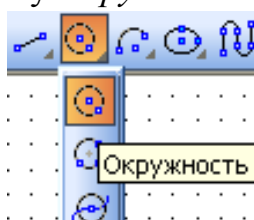

Рисунок 2.8 – Выбор инструмента Окружность
1. Активизируйте пиктограмму *Окружность* (рисунок 2.8).